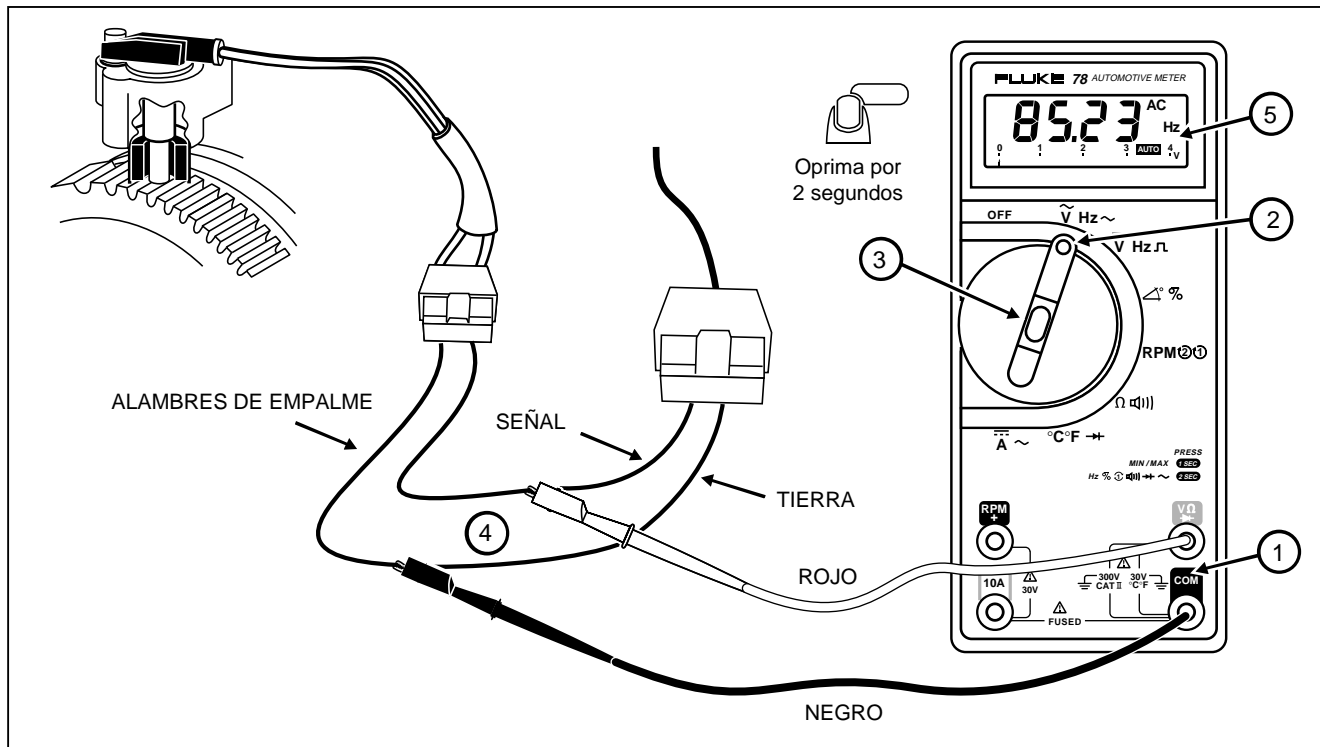

Figura 12. Utilización de la Frecuencia Acoplada en CA en un Sensor de Posición del Cigüeñal
1. Inserte las puntas de prueba en las terminales (figura 12).